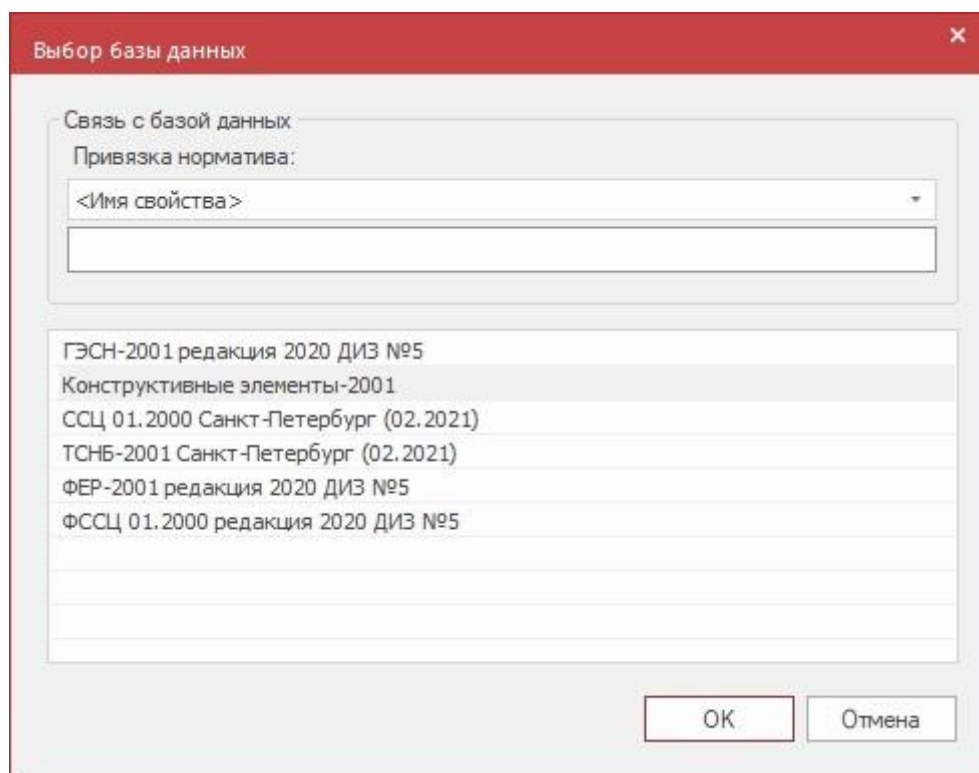

Рис. 1.6 Диалоговое окно Выбор базы данных
4. В открывшемся диалоге *Выбор базы данных* (рис. 1.6) необходимо: